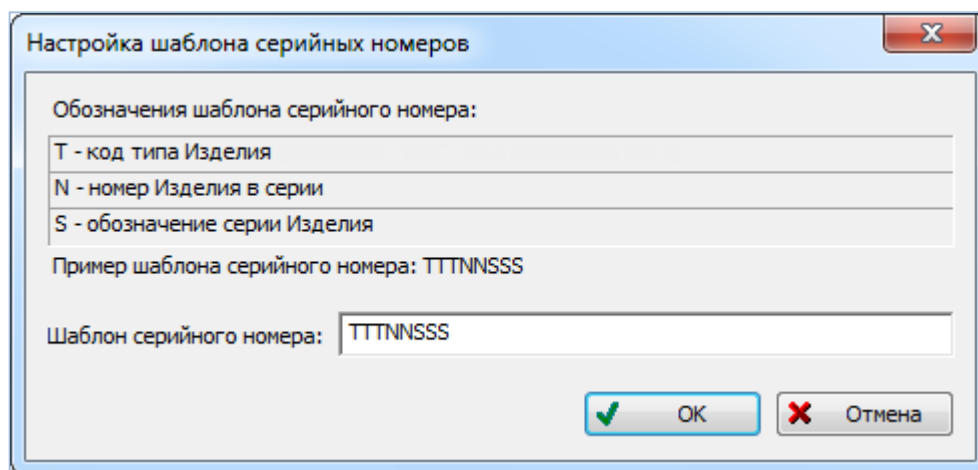

Рис. 13-101 – Окно «Настройка шаблона серийных номеров»
- 2) В результате откроется окно «Настройка шаблона серийных номеров» (рис. 13-101).